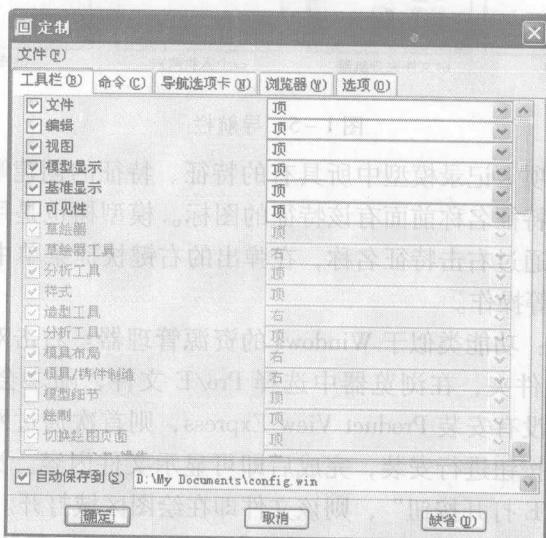

图 1-4 【定制】对话框
(1) 显示/隐藏工具栏
- 切换到工具栏选项卡，如图 1-4 所示。